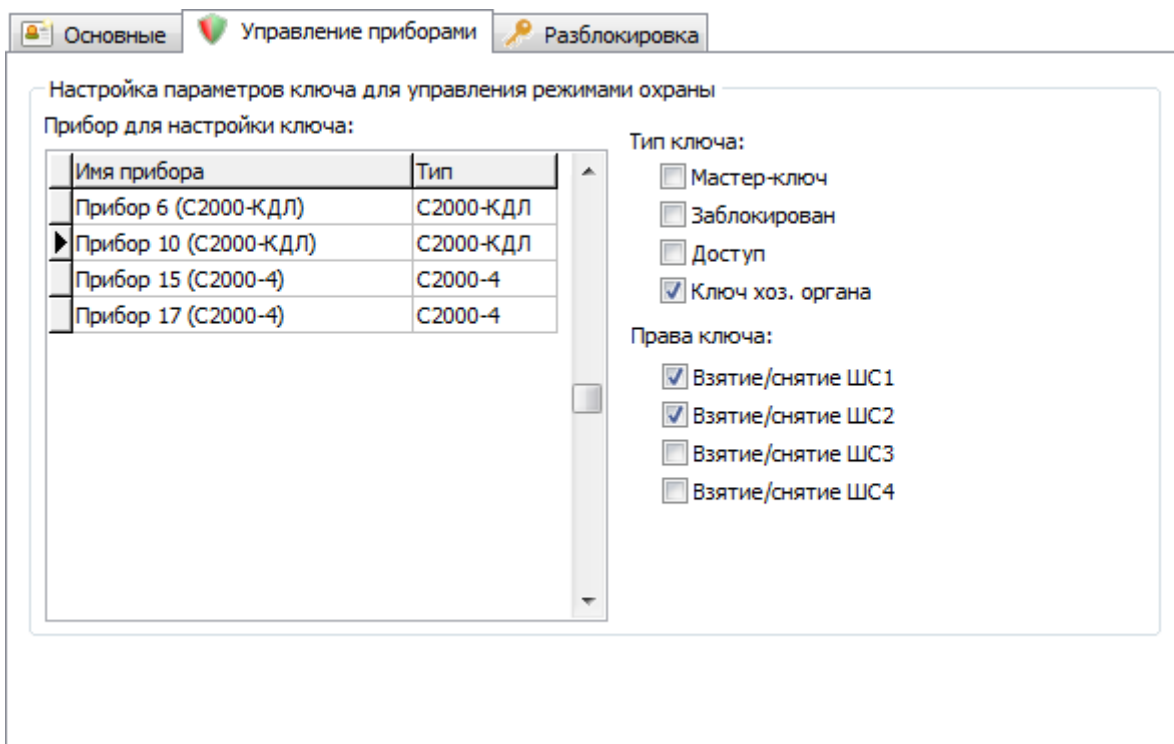

Рис. 33 – Окно свойств пропуска для драйвера «Бастион — С2000» для приборов «С2000-4»
На Рис. 33 показаны настройки параметров ключа для прибора «С2000-4».
5. Настроить режимы управления охраной на вкладке «Управление приборами» в свойствах пропуска «Бастион-С2000» (Рис. 33 и Рис. 34).